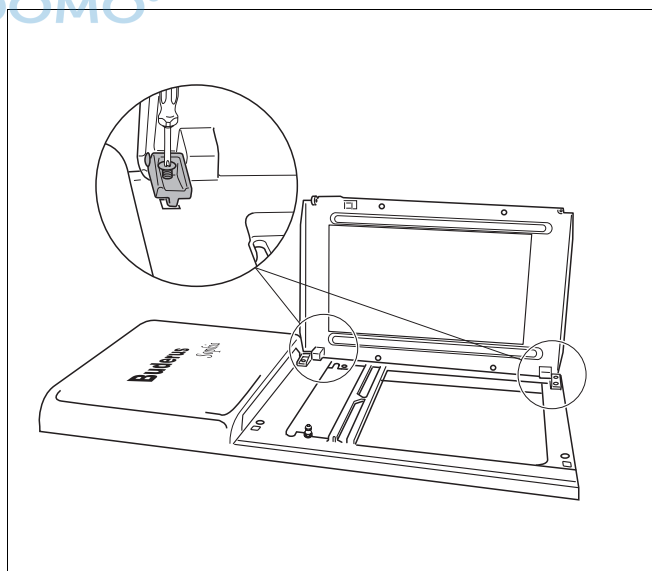

Abb. 26 Vortür bei Sophia H214V demontieren
- Schrauben an den beiden Halteböcken der Tür (Abb. 26, **Lupe**) lösen und Tür abnehmen.